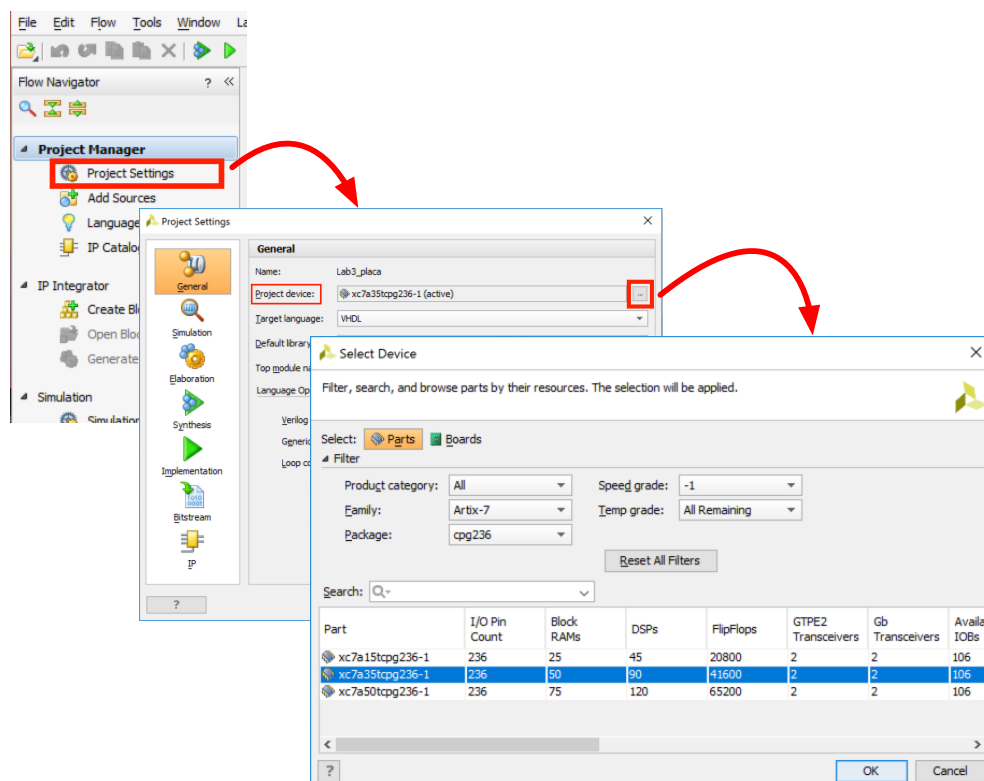

Figura 3. Alteração do dispositivo (FPGA) utilizado na implementação.
Para implementar o seu circuito deverá descrevê-lo previamente utilizando a linguagem VHDL. Para além disso, deverá utilizar como ponto de partida a descrição que lhe foi fornecida no tutorial de introdução à utilização da ferramenta Vivado da Xilinx. Em particular, o esquema da Figura 3 desse tutorial tem já definidas as entradas/saídas disponíveis e funciona, portanto, como uma placa de prototipagem virtual. Após ter completado as ligações no seu projeto, a implementação do circuito é realizada de modo semi-automático, seguindo os passos descritos neste guia.
- Note que o dispositivo utilizado no projeto poderá ser alterado **em qualquer altura**, através do menu correspondente às propriedades do projeto. Tal como ilustrado na Figura 3, por baixo de “Project Manager” (painel da esquerda), clique “Project Settings” e na categoria “General” clique no campo “Project device”. Será aberta a janela “Select Device”, onde é preciso especificar a placa de desenvolvimento *Digilent Basys 3* baseada na FPGA da família **Artix-7** com referência **XC7A35T-CPG236**, ou seja, preencha os campos desta janela de acordo com a Figura 3.